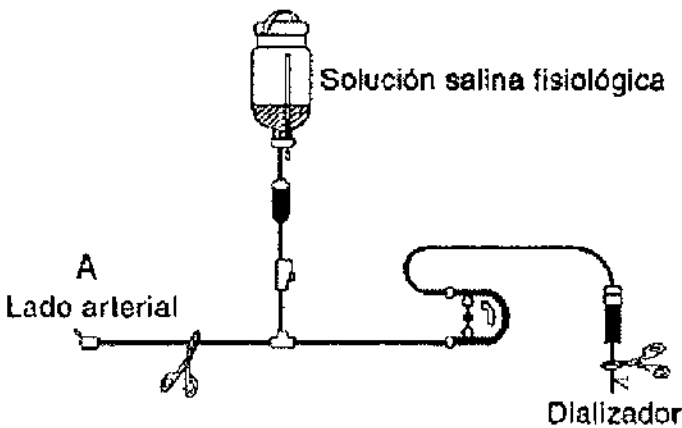
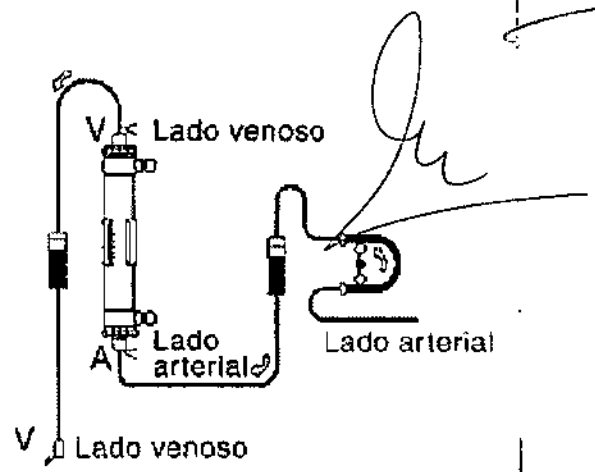

Figura 3.4.2: Conexión del frasco de solución salina fisiológica al lado arterial (A).
Figura 3.4.3: Conexión de líneas arterial y venosas al dializador
- Conectar el conector del dializador arterial y venoso en el dializador. Conectar la línea arterial del paciente en el frasco de solución salina fisiológica (por ejemplo, 1.000 [ml]) (figura 3.4.2). Accionar la bomba de sangre arterial a un flujo de 200 [ml/min]. (volumen aconsejado: 500 [ml]) (figura 3.4.3).